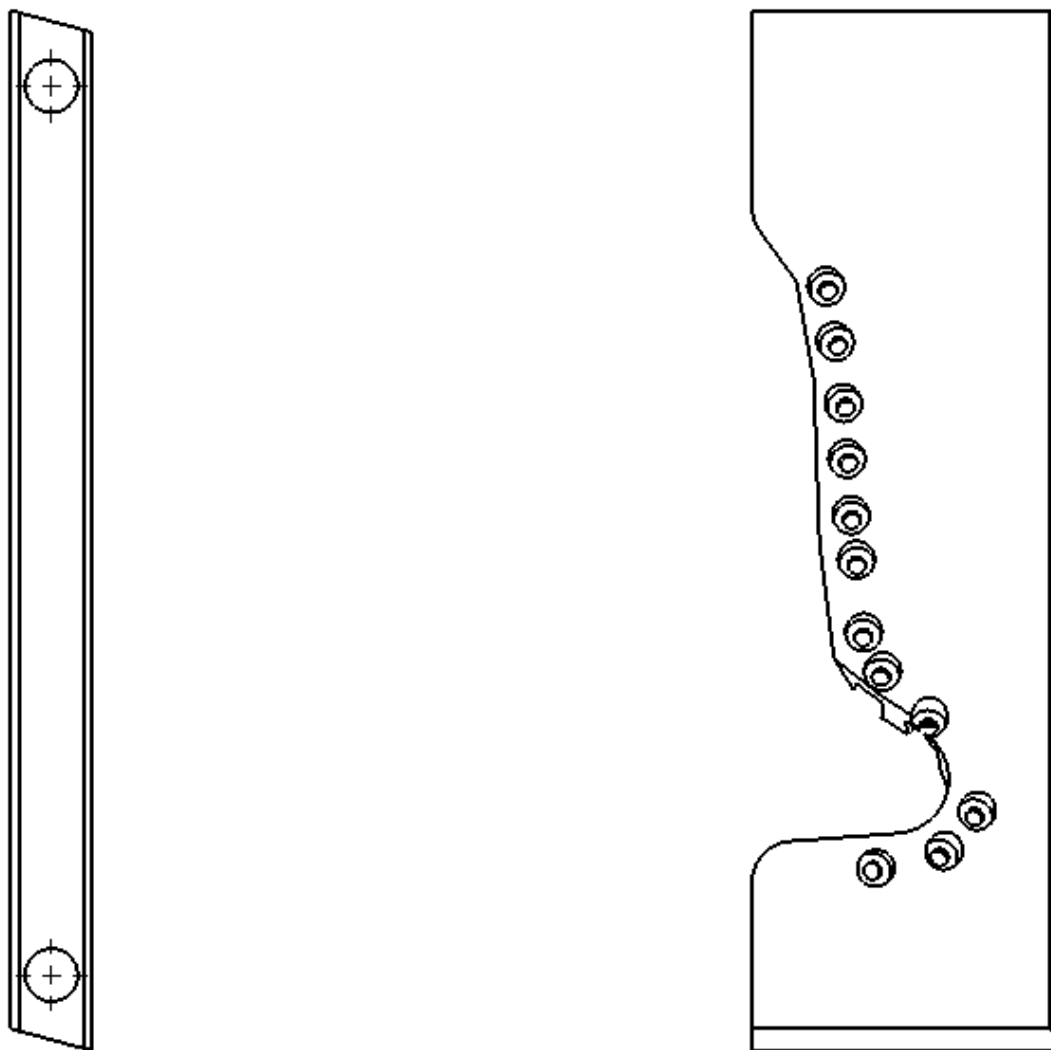

Рис. 38
3. Нажмите с правой стороны относительно **Вида По модели** (родительского вида). Проекционный вид **Слева** создаётся автоматически (рис. 38).